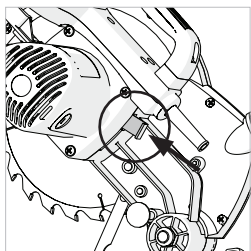

図26
- ・ シャフトロックボタンを押し、軸が回転しないようにロックをかけます。 (図26)